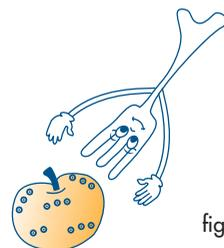

fig. 4
- 4) **Cibi con pelle, guscio o buccia (esempio: mele, patate, pomodori, würstel, pesce) vanno forati in più punti con una forchetta in modo che il vapore possa fuoriuscire e la pelle o la buccia non scoppi (Fig. 4).**